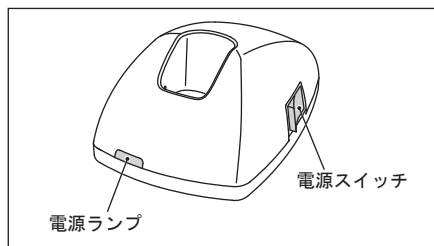

図 2
- 3) 電源スイッチを ON にします(電源ランプが点灯します)。(図2)